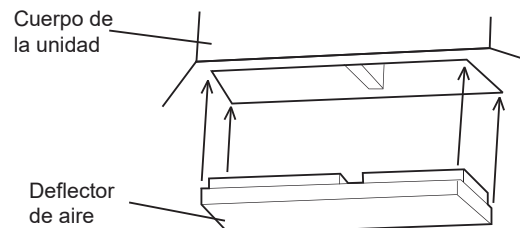

Figura 4
5. En función de la forma de la habitación, determine las direcciones del flujo de aire para el sitio de instalación. Vea la Figura 2.3 para ver el esquema sobre la dirección del flujo de aire. Si debe bloquear parte de la ventilación, puede insertar un deflector de aire en la ventilación del cuerpo de la unidad para bloquear el flujo de aire. Vea la Figura 4.